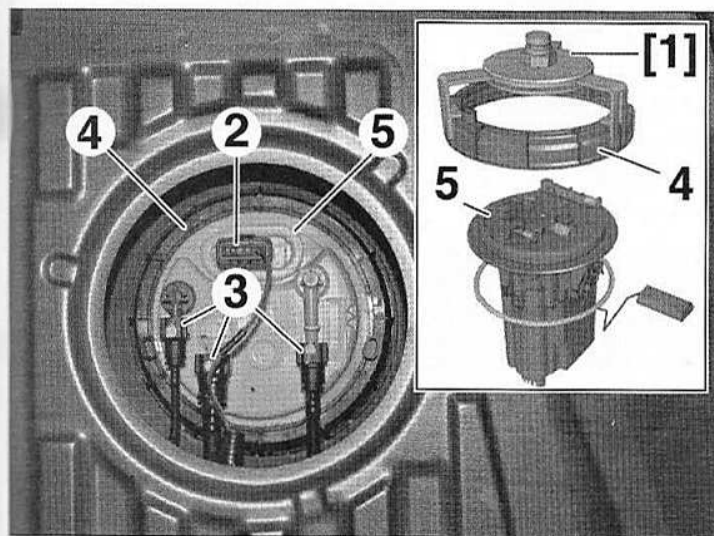

FIG.32
- Débrancher (Fig.32) :
- le connecteur (2),
- les raccords (3).
- la bague-écrou (4) à l'aide de l'outil [1],
- la jauge à carburant (5).